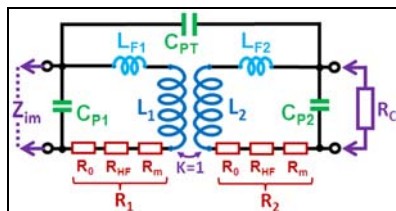

Figure 4 : Modèle d'un transformateur
Nous avons vu qu'un transformateur était obtenu par couplage de plusieurs bobines. Donc tout ce que l'on a dit pour les bobines vaut pour les transformateurs. Si avec les transfos à air ou à poudre de fer, le coefficient de couplage  $K$  du transfo est plus ou moins inférieur à celui des bobines, avec les ferrites et des géométries "fermées", les  $K$  sont identiques et proches de 1. Ainsi on obtient des bandes passantes très larges qui ne sont plus limitées que par les pertes dans le matériau et les capacités parasites. D'une manière générale, la bande passante est d'autant plus élevée que le transformateur est petit. Ainsi dans les mélangeurs en anneau du commerce, on obtient pour les transfos une bande passante allant de 1MHz à 2GHz (8). Nous avons sur la figure 4 la modélisation d'un transfo large bande à deux enroulements. Elle ne diffère de celle de deux bobines que par l'adjonction des selfs de fuites et d'une capacité parasite entre les deux enroulements ( $L_1$  et  $L_2$  intègrent leur propre self de fuite).